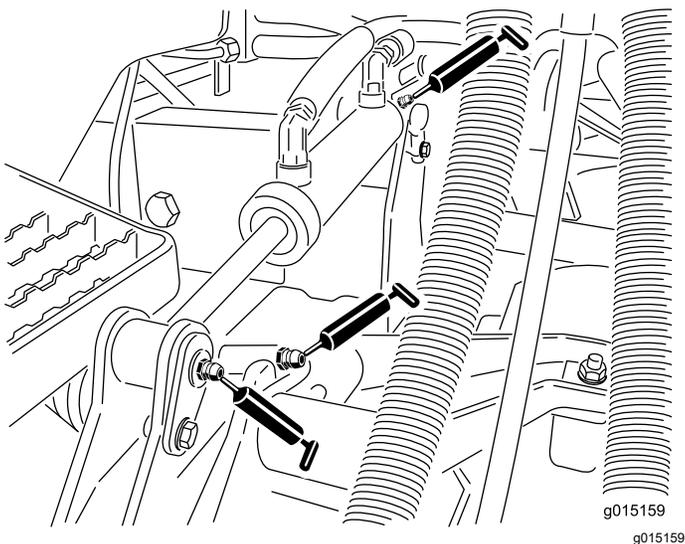

Figure 104
- Bagues de vérin de levage (2 par unité de coupe); voir Figure 104.
- Bagues de bras de levage (1 par unité de coupe); voir Figure 104.